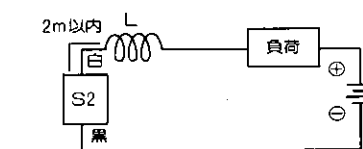

図5 ●チョークコイル
- 誘導性負荷(リレー、電磁弁)を接続使用する場合、スイッチOFF時にサージ電圧が発生しますので図5に示す保護回路を必ず設けてください。